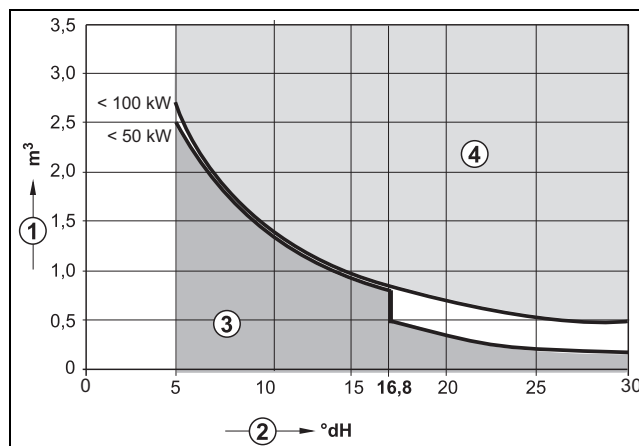

Bild 1 Anforderungen an Kessel-Füllwasser für Logamax-Einzelkessel bis 100 kW
- Ausschließlich unbehandeltes Leitungswasser verwenden (Diagramm in Bild 1 dabei berücksichtigen). Grundwasser ist nicht gestattet.